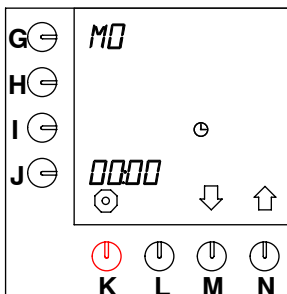

Fig. 31 Dia e hora actuais
- O valor das horas situado ao lado da tecla de programação começa a piscar. Consulte a fig. 31 .